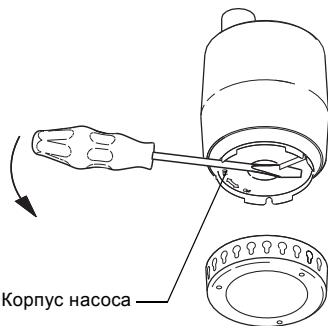

Рис. 12 Снятие корпуса насоса
3. С помощью отвертки повернуть корпус насоса против часовой стрелки примерно на 90°, смотри направление, указанное стрелкой на корпусе. Снять корпус насоса (см. рис. 12).